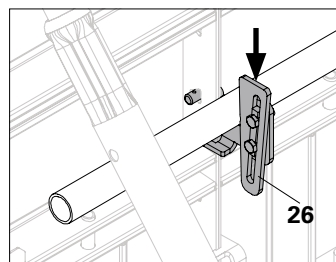

Fig. A4.14a
1. Inserire il supporto tubo HSA (26) nei fori triangolari in corrispondenza del profilo per telai. (Fig. A4.14a)